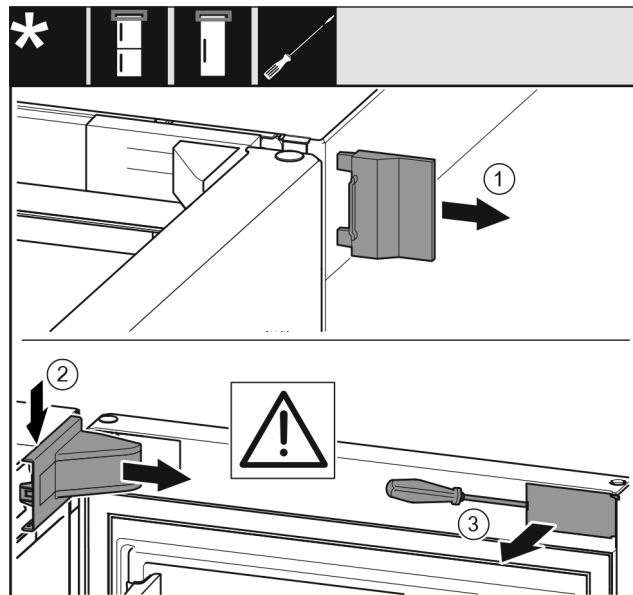

Fig. 16*
- ▶ Detașați apărătoarea exterioară.* Fig. 16 (1)
- ▶ Deblocați și desfaceți apărătoarea suporturilor de lagăr. Detașați apărătoarea suporturilor de lagăr.* Fig. 16 (2)
- ▶ Deblocați masca cu șurubelnița plată și pivotați-o în lateral.* Fig. 16 (3)